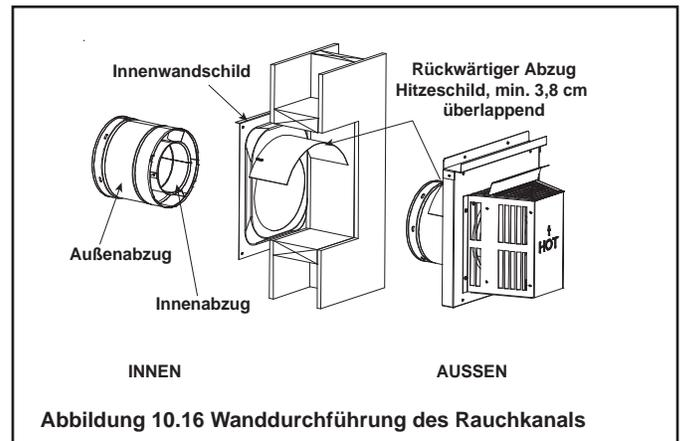

Abbildung 10.16 Wanddurchführung des Rauchkanals
- Ein Segment des Hitzeschildes wird am Wandschild befestigt. Das andere wird auf dieselbe Weise am Mündungselement befestigt (siehe Abbildung 10.16).
- Die kleine Stütze im Schild ruht auf dem Abzug, um für den richtigen Abstand zum Rohrsegment zu sorgen (siehe Abbildung 10.16).